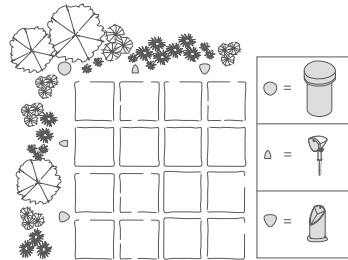

Figura 2
- Combinado con altavoces de bafardo de la serie BL de Definitive Technology y/o un subwoofer LS-80 o LS-100 (ver figura 2)